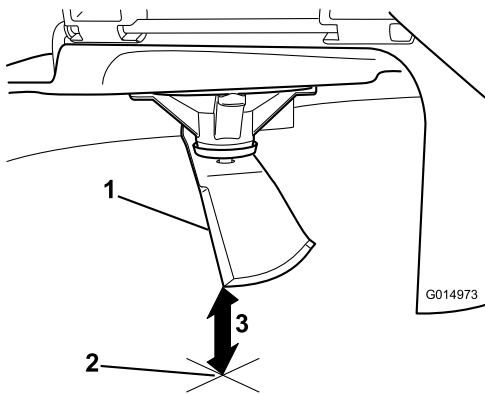

Рисунок 74
5. Відміряйте відстань від кінчика ножа до пласкої поверхні (Рисунок 74).